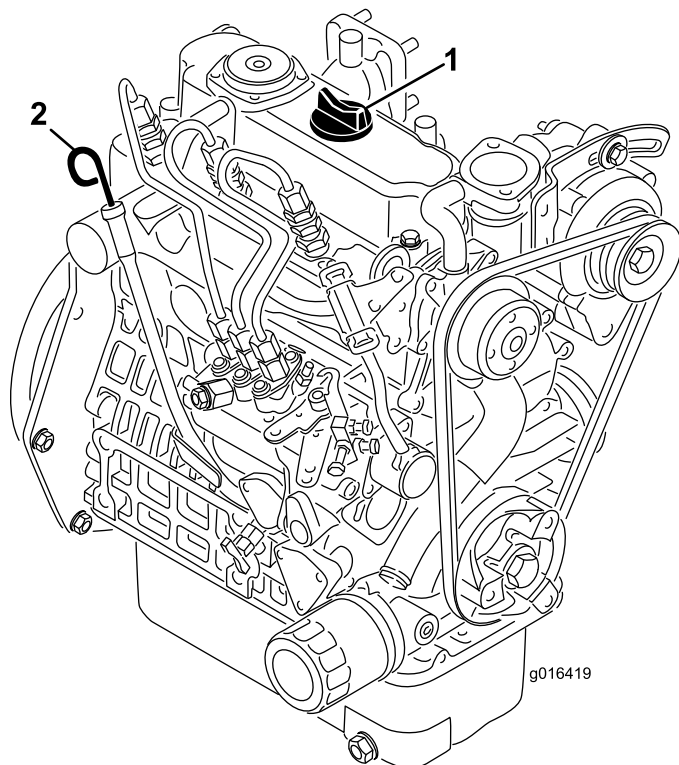

図 22
2. ディップスティックを抜きウェスで一度きれいに拭く(図 22)。ディップスティックを、首の根元までもう一度しっかりと差し込む。首から引き抜いて油量を点検する。油量が足りなければ、バルブカバーについている補給口のキャップを取り、ディップスティックの FULL マークまで **ゆっくりと** 補給する。補給するときはディップスティックで確認しながら少量ずつ入れてください**入れすぎないこと。**